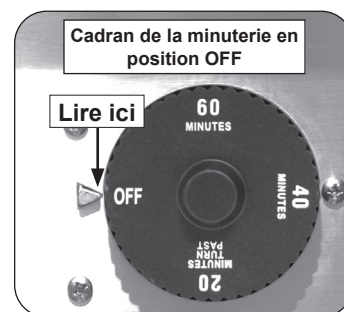

Fig. 34-3 Cadran de la minuterie
**Important:** Pour utiliser la minuterie pour des durées inférieures à vingt minutes, tournez au-delà de vingt (pour l'activer), puis revenez (dans le sens antihoraire) à la durée souhaitée. Cela garantit le bon fonctionnement de la minuterie. Voir Fig. 34-3.